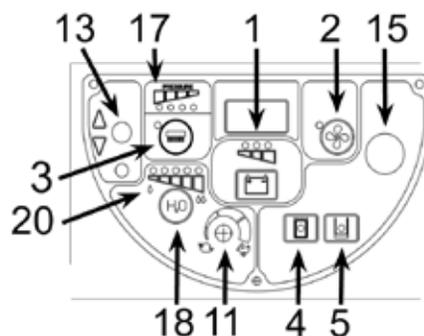

Fig. 6
- **Levier relevage raclette (squeegee)** (fig. 6, rep. 8) : il permet de relever (si elle est abaissée) et d'abaisser (si elle est relevée) la raclette (squeegee).
- **Bouton de réglage direction** (fig. 6, rep. 10) : permet de corriger la direction si la machine a tendance à dévier de l'avancement rectiligne.
- **Pédale de descente/montée de la tête** (fig. 6, rep. 9) : elle est placée sur le côté gauche de la machine, quand on appuie dessus, elle permet de descendre/monter la tête-brosses.
- **Indicateur de niveau du réservoir de solution** (fig. 6, rep. 5) : quand il n'y a plus assez d'eau dans le réservoir de solution, la D.E.L. s'allume.
- **Indicateur de niveau du réservoir de récupération** (fig. 6, rep. 4) : quand le réservoir de récupération est plein, la D.E.L. s'allume et au bout de quelques secondes le moteur d'aspiration s'arrête.
- **Sélecteur direction de marche** (fig. 6, réf. 13 - modèles à traction électrique) : permet de choisir la marche avant ou la marche arrière.
- **Indicateur alarme** (fig. 6, réf. 16 - 690 XTT seulement), le code d'erreur de la carte est indiqué par la fréquence de clignotement de la D.E.L., pendant le fonctionnement, s'il n'y a pas de pannes, la D.E.L. est allumée fixe.
- **Potentiomètre régulation vitesse** (fig. 6, réf. 11 - modèles tractions seulement), permet de régler la vitesse maximale de la machine.
- **Voyant de contrôle pression** (fig. 6, réf. 17 - modèles 400 XTT/550 XTT) : constitué de 3 D.E.L. de couleur verte, et 1 D.E.L. de couleur rouge qui indiquent la pression de la brosse/microfibre sur le sol. Les situations possibles sont :
2. Pousser vers le bas puis vers la droite la pédale de déplacement de la tête (fig. 6, rep. 9). Pour relever la tête, la déplacer comme suit :
- **Versions à traction électrique** : pour la marche avant, actionner le sélecteur (fig. 6, rep. 13), et actionner ensuite le levier de traction (fig. 6, rep. 7) ; pour la marche arrière, actionner le sélecteur (fig. 6, rep. 13), puis actionner le
- levier de traction (fig. 6, rep. 7) ; modifier la vitesse d'avancement au moyen de la manette du potentiomètre (fig. 6, rep. 11) ;
3. Arrivé à destination, pour descendre la tête, appuyer sur la pédale de déblocage en la poussant vers la gauche (fig. 6, rep. 9) et ensuite, la relâcher ;
- **Montage de la brosse (modèles à 1 brosse) :** poser la brosse sur le sol devant la machine et la centrer par rapport au carter. Abaisser la tête et actionner le levier de commande brosse/traction (fig. 6, rep. 7) à plusieurs reprises : la brosse s'enclenche automatiquement sur le moyeu. Si elle ne s'enclenche pas, appuyer de nouveau sur la poignée, centrer la brosse et actionner le levier de commande brosse/traction comme décrit précédemment.
- **Démontage de la brosse (modèles à 1 brosse ou sans traction) :** Relever la tête de la machine en appuyant sur la pédale de relevage de la tête et en la poussant vers la droite (fig. 6, rep. 9). Actionner à plusieurs reprises le levier de commande brosse/traction pendant quelques secondes. Au bout de quelques impulsions, la brosse (les brosses) (ou le plateau porte-disque) se décroche et tombe à terre.
- **Démontage des brosses (modèles à 2 brosses) :** Relever la tête de la machine en appuyant sur la pédale de relevage de la tête et en la poussant vers la droite (fig.6, rep.9), tourner dans le sens inverse des aiguilles d'une montre la brosse droite pour la débloquent du plateau, et tourner la brosse gauche dans le sens des aiguilles d'une montre pour la débloquent.
- **Montage des rouleaux-brosse :** Relever la tête en appuyant sur la pédale d'abaissement/relevage tête (fig. 6, rep. 9), mettre les rouleaux en place (fig. 16) : les placer d'abord sur la poulie d'entraînement puis les pousser jusqu'à ce qu'ils s'enclenchent.
- **Démontage des rouleaux-brosse :** relever la tête en appuyant sur la pédale d'abaissement/relevage tête (fig. 6, rep. 9), décrocher les brosses en les tirant vers le bas du côté opposé à la poulie d'entraînement puis les retirer de leur logement.
- Faire descendre la tête au moyen de la pédale spécifique (fig. 6, rep. 9);